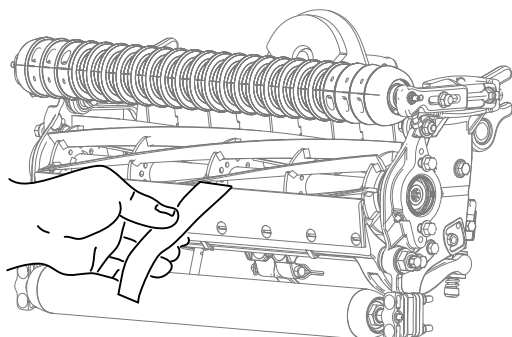

図 7
2. 切れ味確認用のペーパーToro P/N 125-5610を一枚、リールと下刃の間に、下刃に対して直角になるように差し入れて、カッティングユニットの切れ味をテストする図7。ゆっくりとリールを回転させるこれで紙が切れれば合格である。